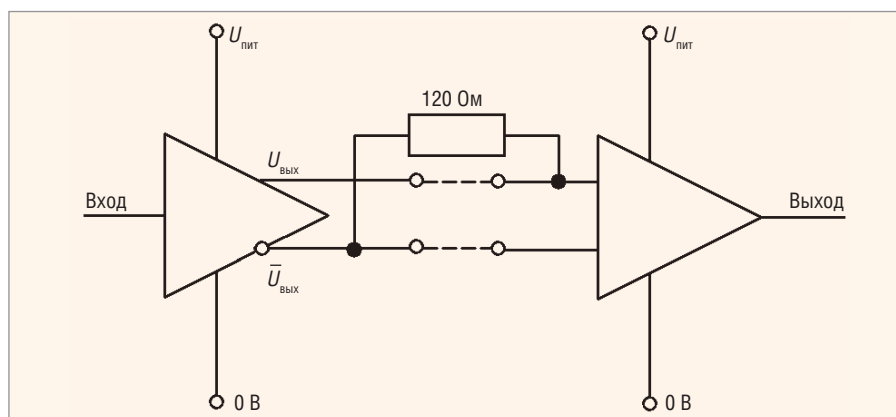

Рис. 7. Схема дифференциального выхода
4. Дифференциальный выход (Line Driver, RS-422). В данном случае помимо основного добавляется второй выход, осуществляющий инверсию выходного сигнала. Для обработки двух сигналов необходимо иметь соответствующий приёмник в измерительной схеме (рис. 7). Такой тип выхода используется в условиях, для которых высока вероятность возникновения помехи и можно ожидать наводок на сигнальные провода, или при очень длинных соединительных проводах.